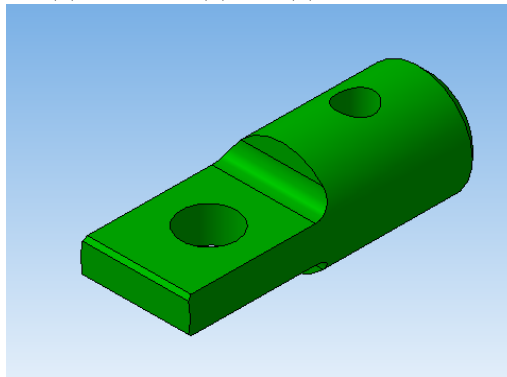

Рисунок 39
3. Создание модели детали «вал» (рисунок 39).